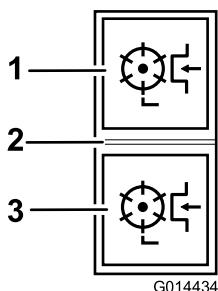

Figura 32
**Engranado de la unidad de corte en rotación hacia adelante:** Presione la parte superior del interruptor de la transmisión de las unidades de corte hasta la posición de marcha hacia adelante (Figura 32).
**Engranado de la unidad de corte en rotación hacia atrás:** Presione la parte inferior del interruptor de la transmisión de las unidades de corte hasta la posición de marcha hacia atrás (Figura 32).
**Para desengranar la transmisión de todas las unidades de corte:** Ponga el interruptor en la posición central (Figura 32).